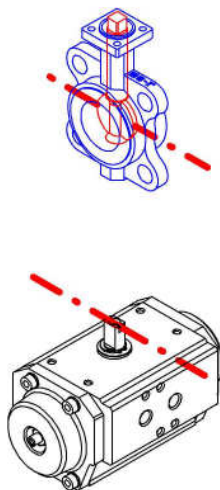

Рис. 06
1. Убедитесь, что привод и арматура отключены, см. Рис.06. (Модели стандарта SR должны быть отключены в обычном порядке. В моделях стандарта DA питание порта В осуществлять только до прилагаемой установки).